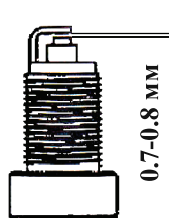

рис. 4
- рекомендуется проверить величину межэлектродного зазора, который должен составлять 0,7-0,8 мм (рис.4). При суще-